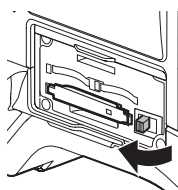
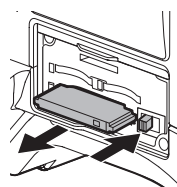

Fig. 1
Fig. 2
- Retirez la touche d'éjection (Fig. 1), et appuyez dessus. (Fig. 2)